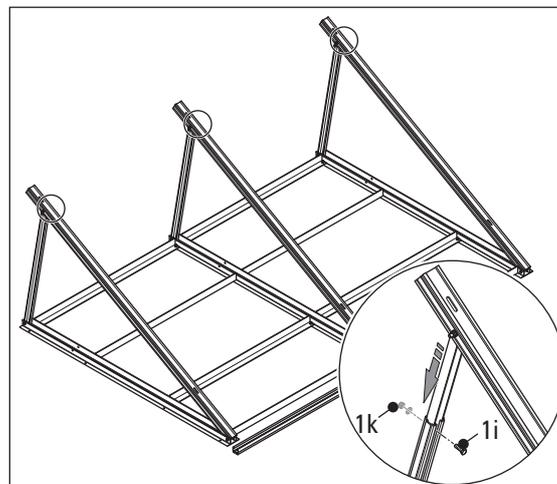

Fig. 3-9 Colocar triángulos básicos conforme al ángulo
- Colocar el primer triángulo (fig. 3-9), para ello ajustar los carriles telescópicos según el ángulo deseado (ver para ello la tab. 3-4) y fijarla con un tornillo hexagonal.
- Colocar y montar los demás triángulos según el mismo principio (fig. 3-9).